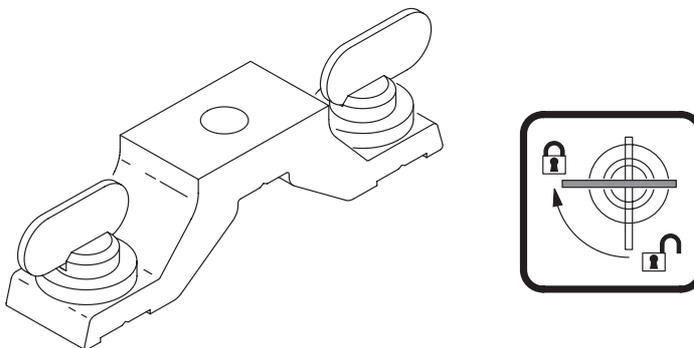

Figura 8: Soporte para garras y fijaciones de 1/4 de vuelta
3. Ver Figura 8. Alinear cada una de los dos soportes para garras con dos puntos de fijación de la base de la unidad. Insertar las dos fijaciones de 1/4 de vuelta de cada soporte en los puntos de fijación de la base y girarlos completamente 90° hasta bloquearlos.